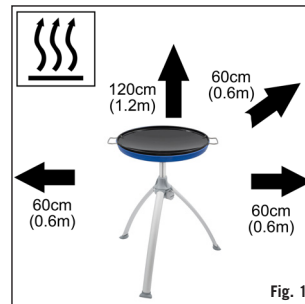

Fig. 1
- Dekk ikke og foretak ingen endringer på brennerens (F) lufthuller på bunnplaten, fordi det vil påvirke luftstrømmen til stammens lufthuller ind i trebenschabinettet (J). Det vil på sin side påvirke produktets ytelse og kan innene til at flammen brenner ustabil. Sørg for at enheten er tilstrekkelig langt ifra antenkelige materialer under bruk. Minimum sikkerhetsavstand er:
- Over enheten 1,2 m. Bakved og på siderne 600 mm. (Se fig.1)